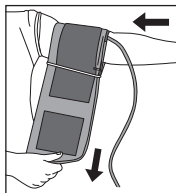

Fig. 3
6. Inserte el brazo izquierdo en el cilindro creado por el brazalete. Posicione la marca índice Φ sobre la arteria principal, del lado interno del brazo, *Fig. 3, 4*.